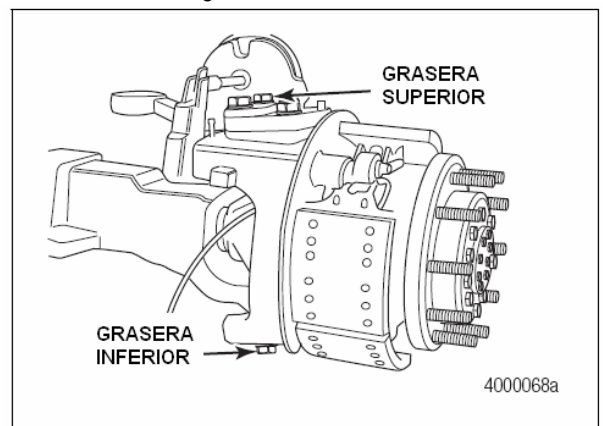

Figura 5.20
3. Lubrique los enchufes de la charnela a través de las graseras en la cima y en el fondo de los tapones de la charnela. Figura 5.20